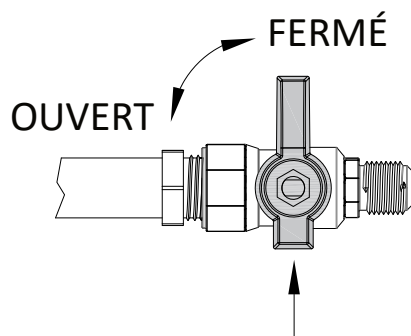

Figure 7.13 - Fermeture du robinet d'arrêt de gaz
1. Coupez toute alimentation électrique au foyer. Fermez le robinet d'arrêt manuel principal, situé en amont du raccord d'alimentation de l'appareil. Figure 7.13.